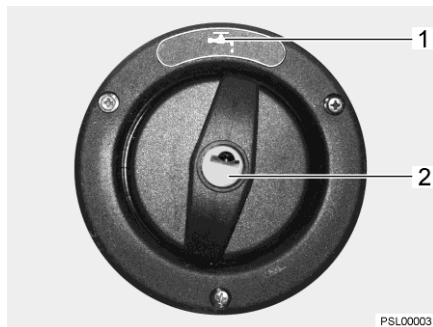

Fig. 60 Couvercle de fermeture pour bec de remplissage d'eau potable
Le bec de remplissage d'eau potable est désigné par le symbole "☞" (Fig. 60,1). Le couvercle de fermeture est ouvert et verrouillé à l'aide de la clé pour les serrures extérieures.
- Insérer la clé dans le barillet (Fig. 60,2) et la tourner d'un quart de tour dans le sens inverse des aiguilles d'une montre.
- Ouvrir le bec de remplissage d'eau potable (Fig. 60).